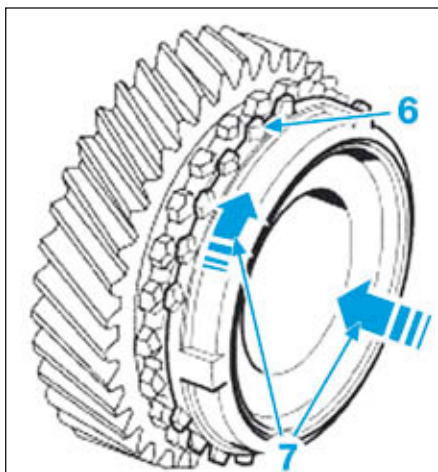

FIG.22
- Vérifier (Fig.22) :
- que les dentsures des crabots (6) ne présentent pas d'usure ou de cassures.
- qu'il ne tourne pas en exerçant une poussée et une rotation (7) sur l'anneau de synchronisation. Le cas échéant, le remplacer.